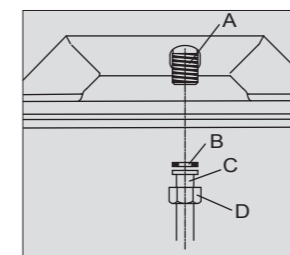

Рис.10
(1) Соедините устройство с газовой магистралью с помощью металлической трубы (см. рис. 10).